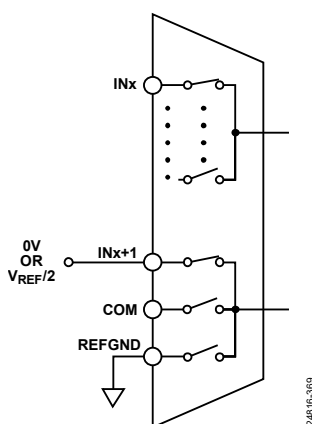

図 68. チャンネル設定オプション C
- 図 68、偶数番号の入力が次に大きな奇数番号の入力とペアリング（例えば、 $IN0$  が  $IN1$  とペアリング、 $IN2$  が  $IN3$  とペアリング、など）。